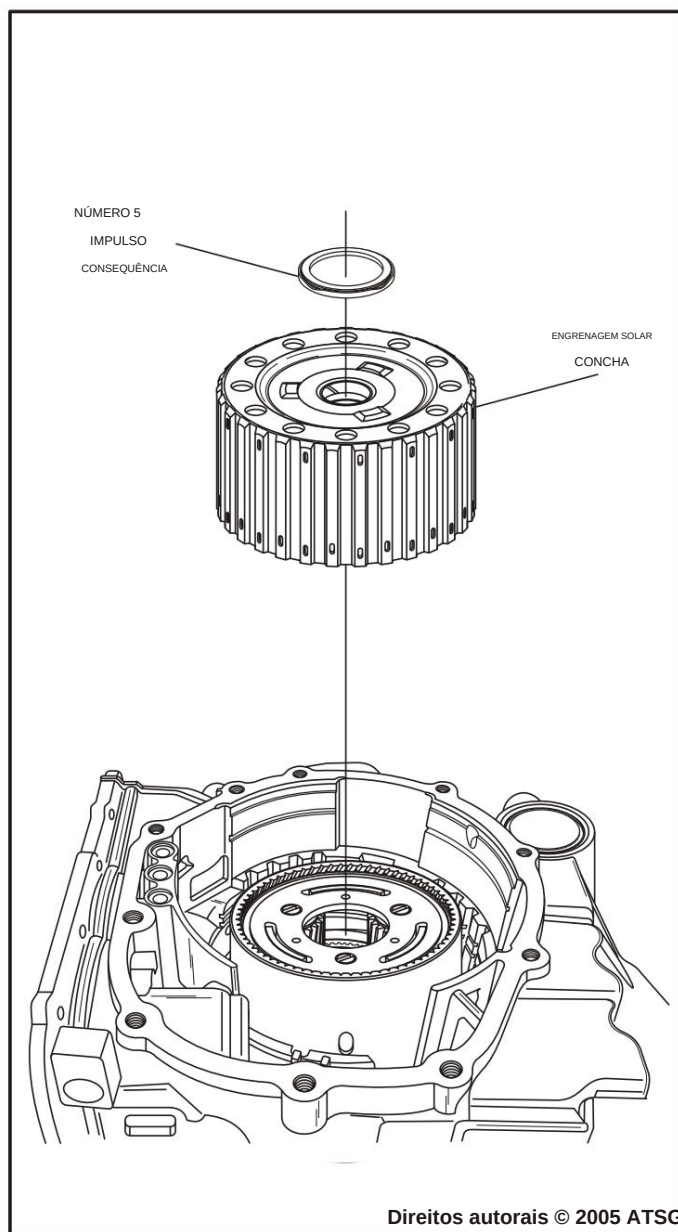

Figura 47
43. Remova o rolamento axial número 5 e o conjunto da engrenagem solar e do casco (veja a Figura 47).